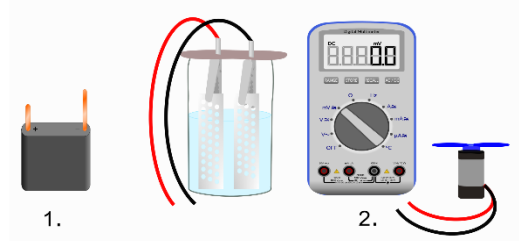

Abb. 1
- Verbinden Sie die Krokodilklemmen jeweils mit einem Kabel (vgl. Abb. 1).